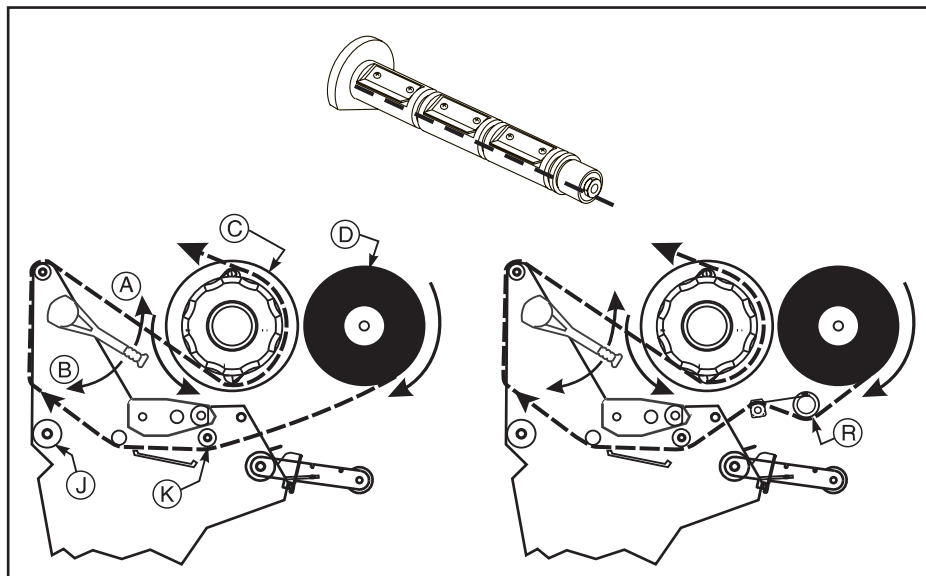

Figura 8
1. Alinhe os segmentos da Haste de Fornecimento de Fita (Figura 8).
2. Instale o Rolo de Fita na Haste de Fornecimento de Fita (Figura 8-D).
4. Abra (A) o cabeçote de impressão e direcione a guia de entrada junto com a fita de impressão através do mecanismo de impressão, a passar por debaixo do Cilindro Superior (Figura 8-K), através do Quadro de Prensa (Figura 8-J). **Nota:** Para os modelos 170XIII e 220XIII, direcione a guia de entrada a passar, primeiro, pelo Conjunto do Rolo de Movimento (Figura 8-R).
6. Posicione a fita de impressão (com a guia se este for o caso) sobre a Haste de Avanço da Fita (Figura 8-C) e enrole várias vezes no sentido anti-horário (para a esquerda).
7. Feche o cabeçote de impressão (Figura 8-B).